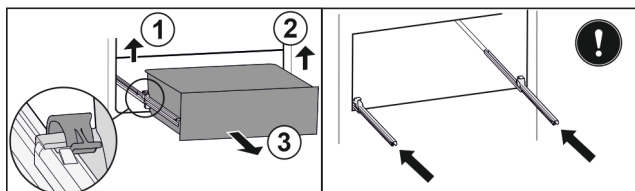

Fig. 197
- ▶ Podignite lijevu stezaljku i istovremeno izvucite ladicu lijevo prema naprijed. Fig. 197 (1)
- ▶ Podignite desnu stezaljku i istovremeno izvucite ladicu desno prema naprijed. Fig. 197 (2)
- ▶ Izvadite ladicu prema naprijed. Fig. 197 (3)